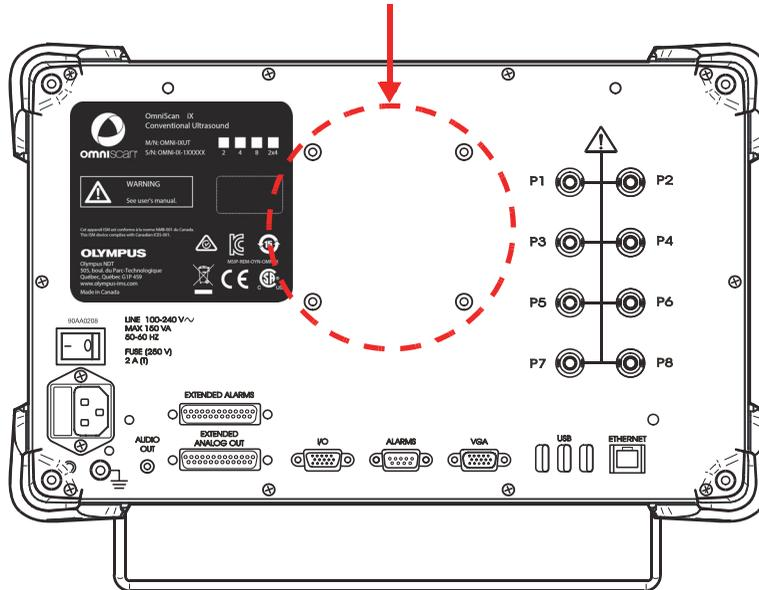

Figura 3-2 Orifícios para colocação dos parafusos do conjunto do braço giratório
2. Parafuse o conjunto do braço articulado sobre o OmniScan iX no painel traseiro utilizando os quatro orifícios para fornecidos especificamente para esta finalidade (veja Figura 3-2 na página 33).